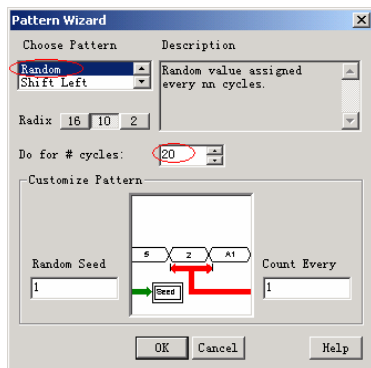

图 2-98 使用波形向导设计信号“opcode”的波形
10. 同上方法，按图 2-98 所示设计运算控制信号“opcode”的波形。